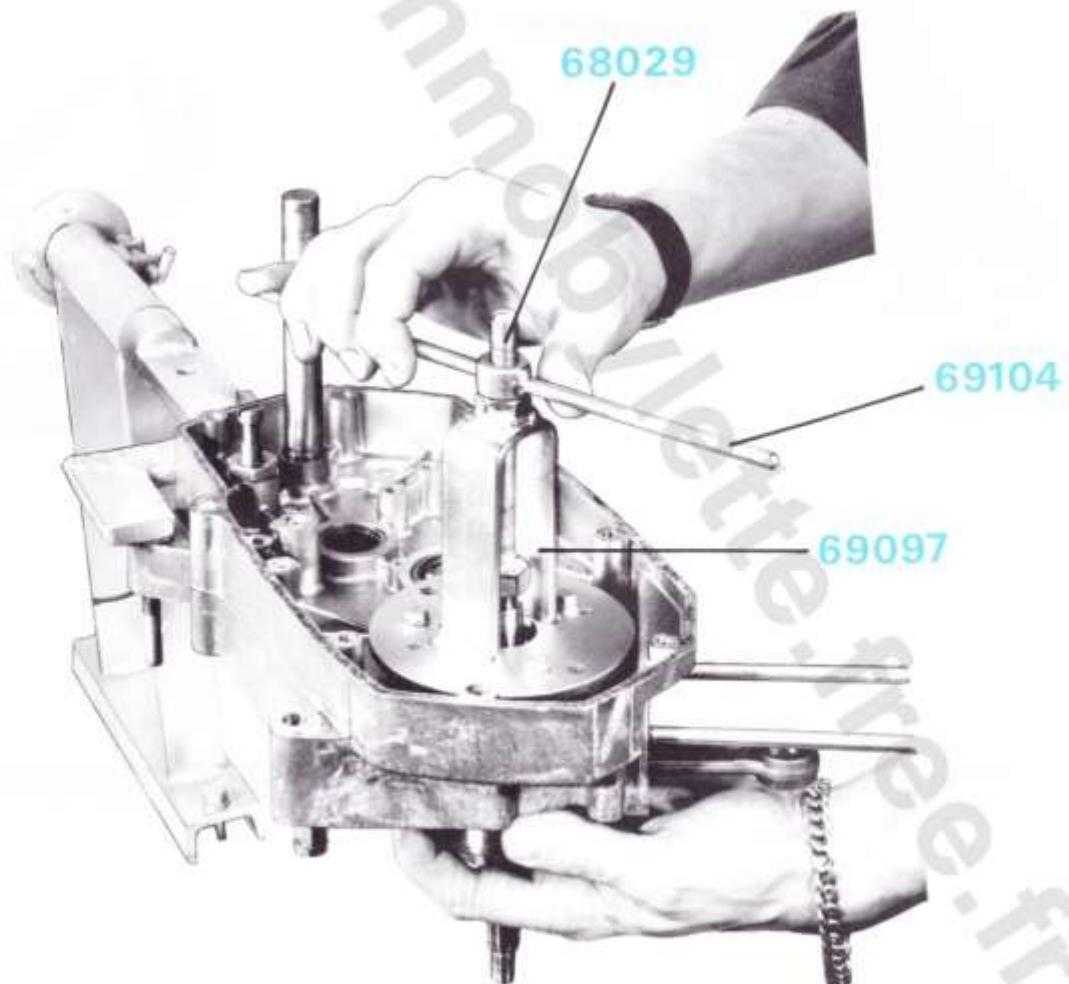

Figure 30
- Visser l'écrou à broche n° 69104 jusqu'à ce que le vilebrequin soit à fond dans le carter (figure 30).